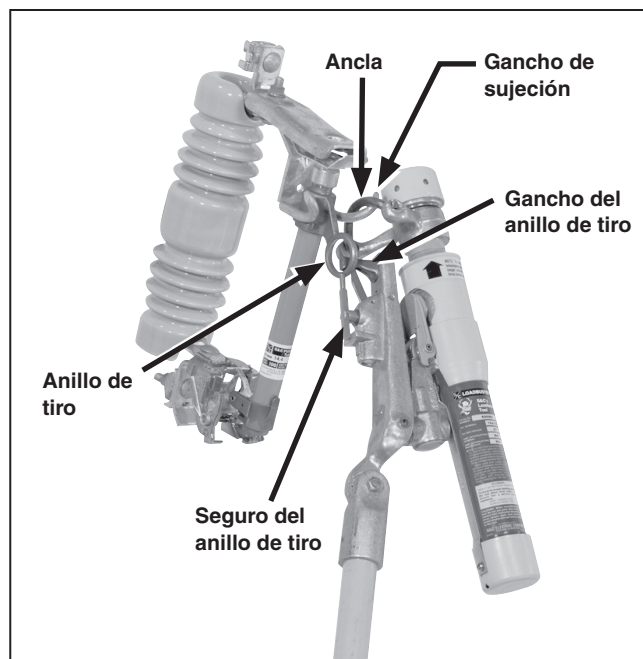

Figura 7. Loadbuster conectada a un Cortacircuitos Fusible Tipo XS de S&C, distribución aérea.
- PASO 2.** Pase la herramienta Loadbuster por delante del cortacircuitos fusible y enganche el anclaje, situado en la parte superior de la herramienta Loadbuster, sobre el gancho de sujeción situado en el lado más alejado del cortacircuitos fusible. Ver Figura 7.